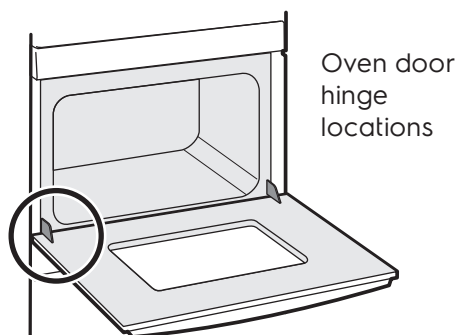

Figure 26: Emplacement de la charnière de la porte
1. Ouvrez complètement la porte du four, parallèlement au sol (Figure 26).
3. Ouvrez complètement la porte du four (parallèlement au sol (Figure 26).